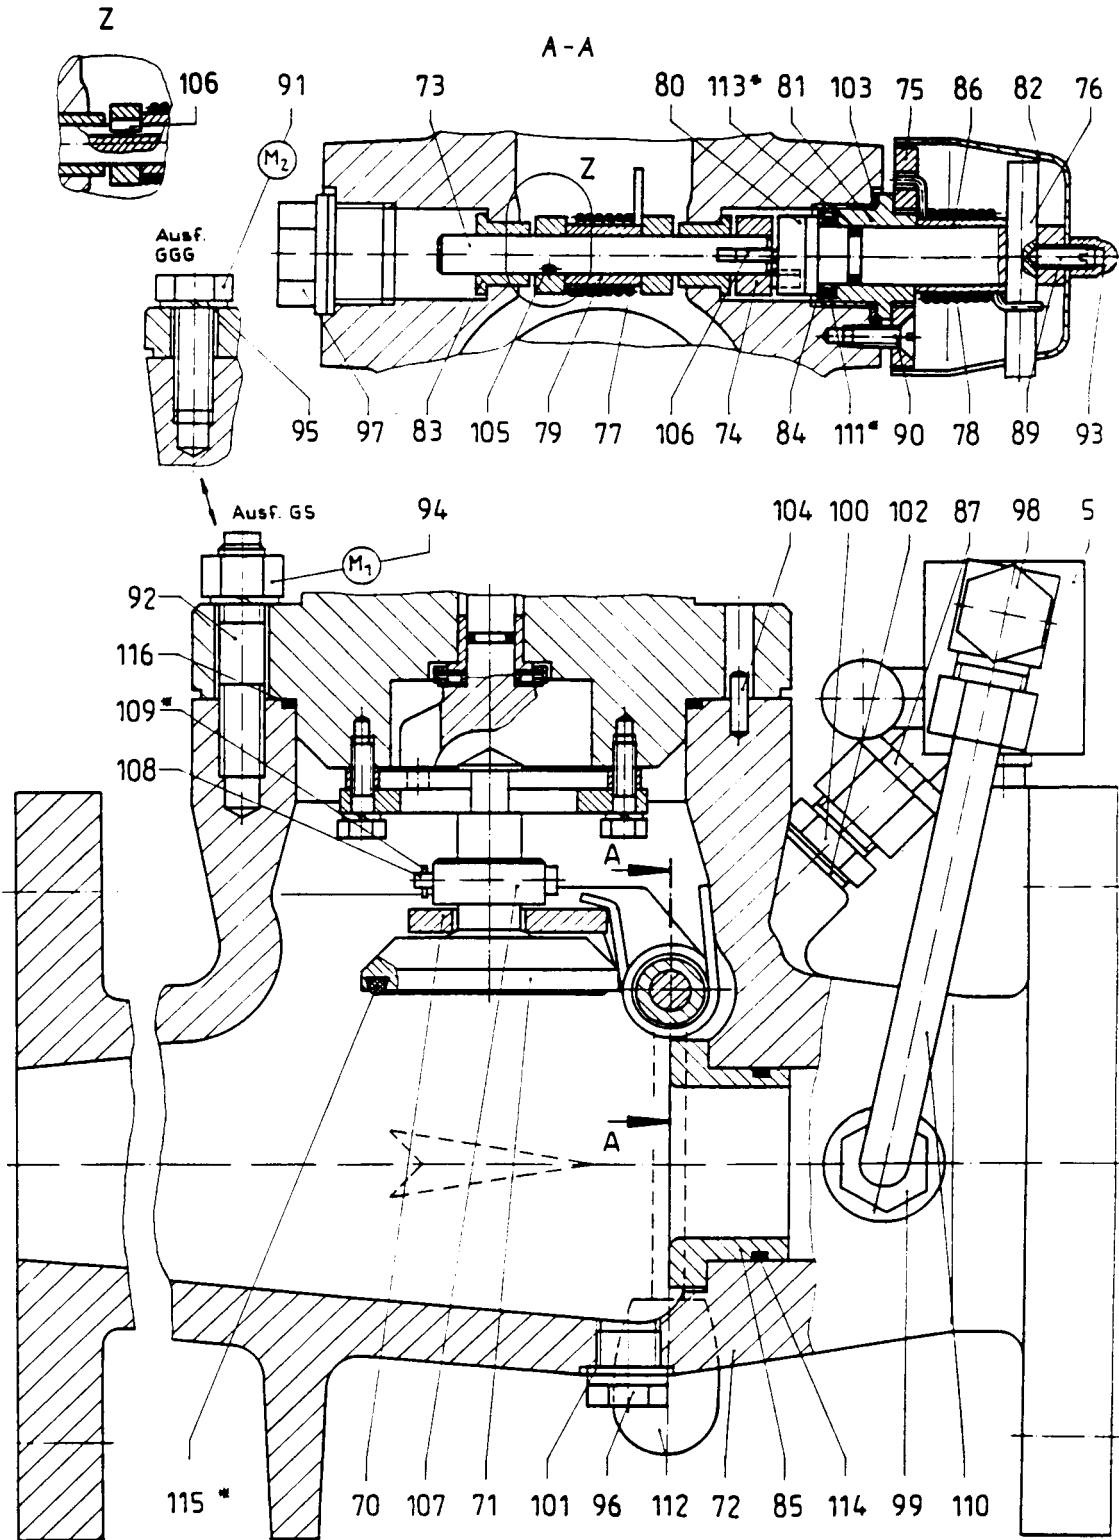

Bild 5 Stellgerät
- Ventilteller (Bild 5)
- Wechsel der Bedienungsseite (Bild 5)